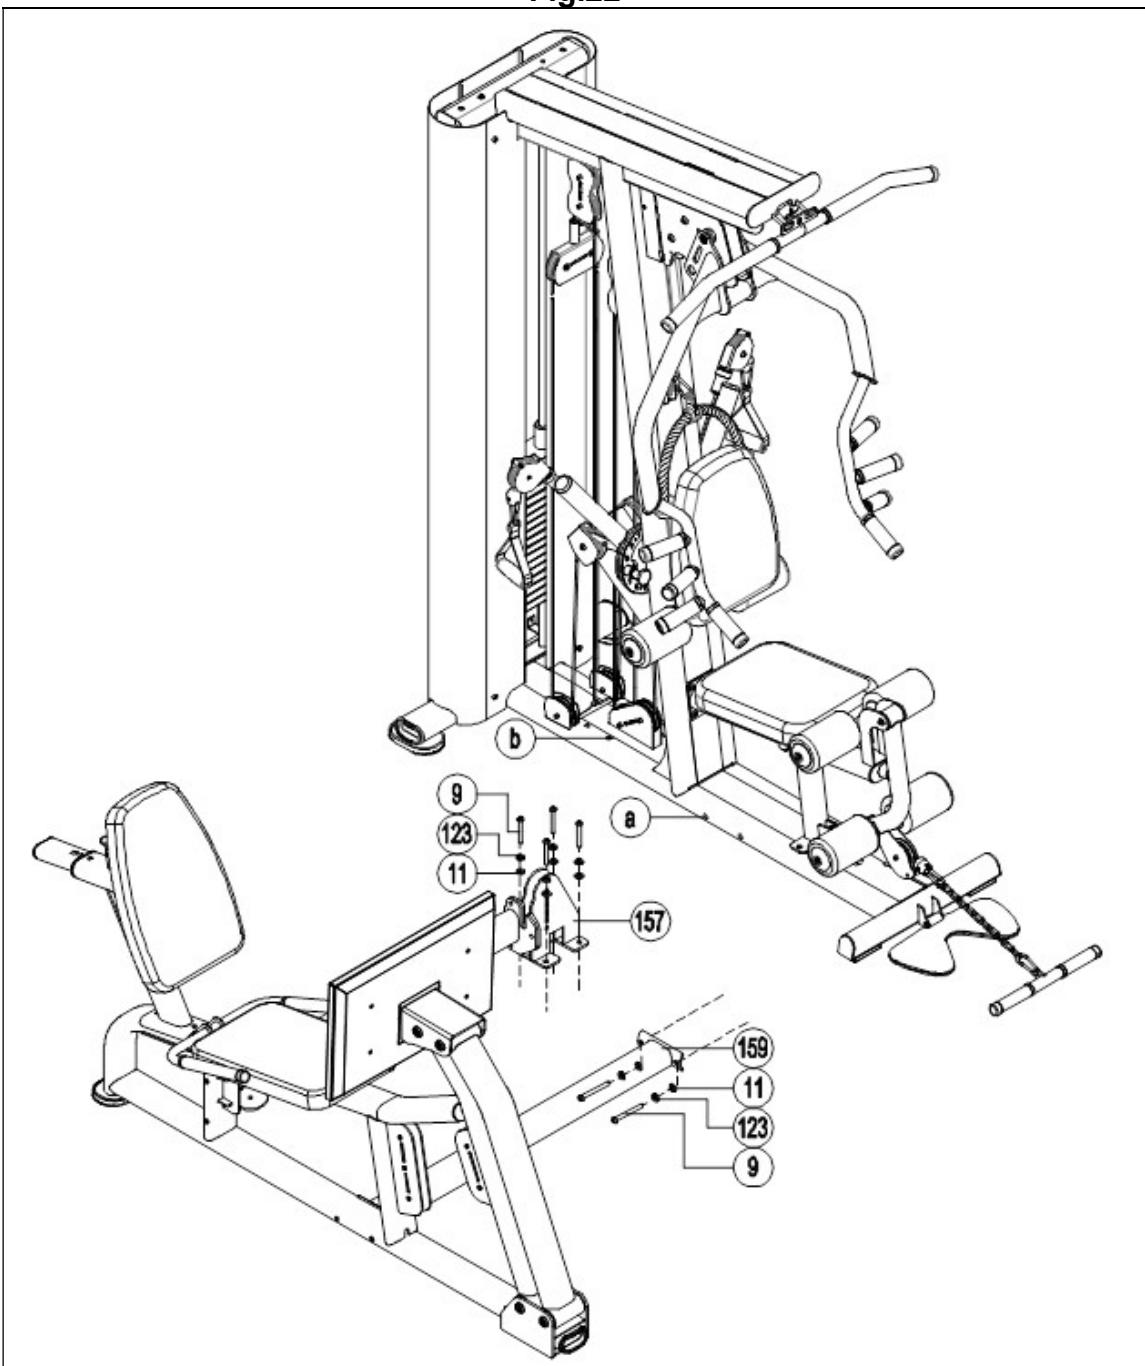

Fig.23
23.- Pase un extremo del cable (160) por la tapa (41) y el eje (42) y fíjelo el cable con el tornillo de la tapa (41), Fig.23. Coloque la polea (q) en la columna (12) y atorníllela con el tornillo (119), la arandela (11) y la tuerca (10), luego pase el cable (160) por la polea. Las otras poleas del multigym (o), (p), (e), (d), (c) usan el tornillo (109), la arandela (11) y la tuerca (10), Fig.23.
Las poleas de la prensa de piernas (g) y (m) se atornillan con los tornillos (109), las arandelas (11) y las tuercas (10), Fig.23, el resto de las poleas (n), (f), (h), (i), (j), (k), (l), (i) con los tornillos (163), las arandelas (11) y las tuercas (10), Fig.23.
Al terminar de pasar el cable (160) por la última polea pase el terminal por la tapa (41) y el eje (42) y fíjelo con el tornillo de la tapa (41), Fig.23.